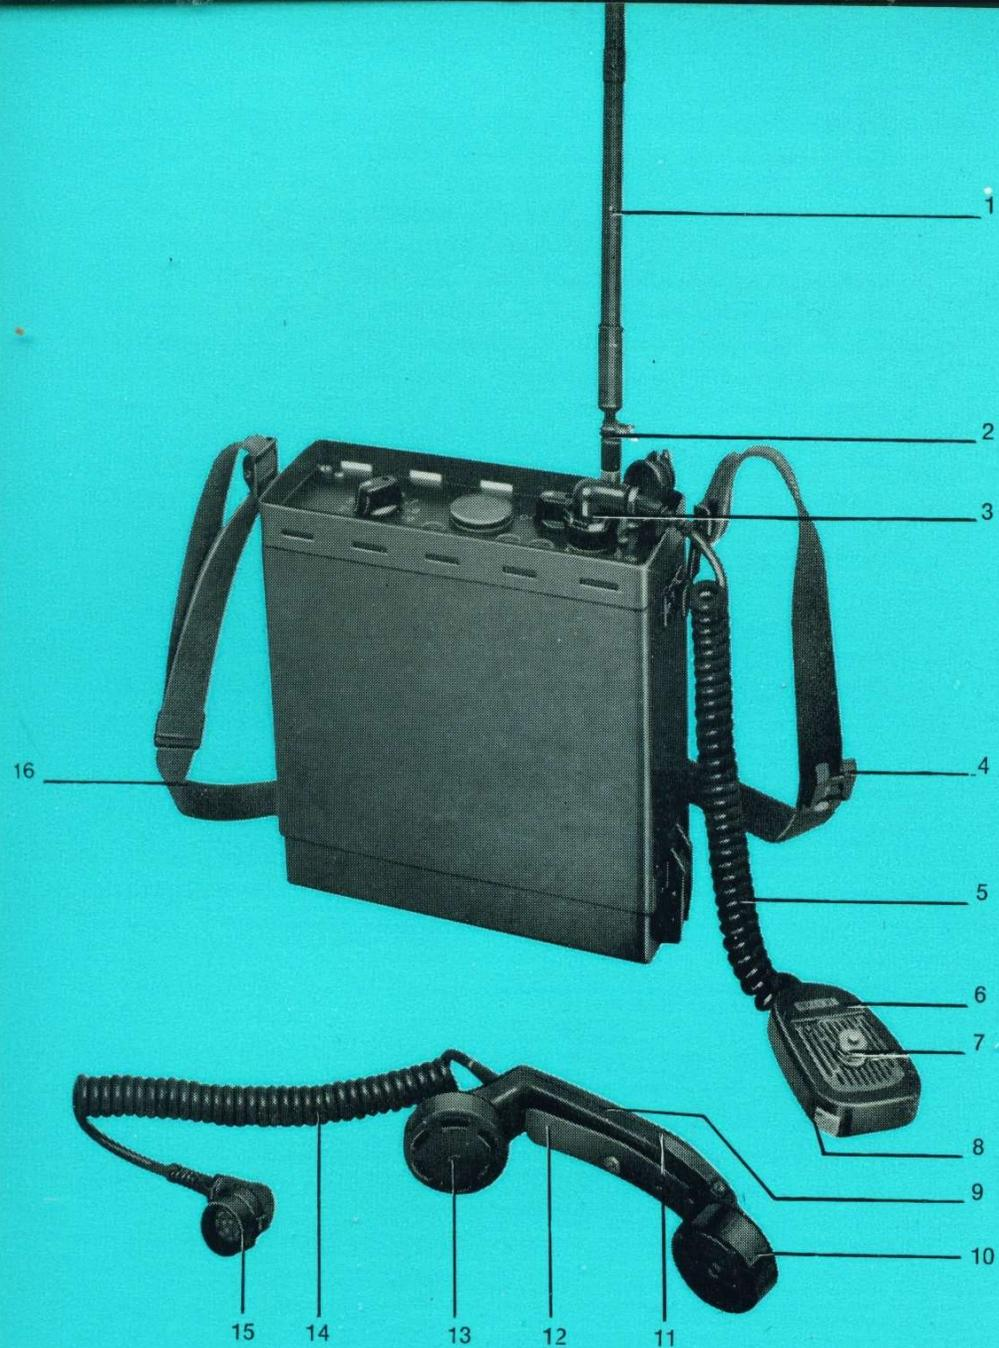

Bild 1.
3. Vorbereitungen zum Betrieb (Bild 1)
zu Bild 1:
ren feststellen, ob kein anderes Gespräch geführt wird. Bei freiem Kanal Rufknopf „I“ (Pos. 6) für tiefen oder Rufknopf „II“ (Pos. 7) für hohen Rufton etwa 3 Sekunden lang drücken (je nach Dienstanweisung). Dadurch ertönt im Lautsprecher der Gegenstelle 3 Sekunden lang der entsprechende Rufton als Aufmerksamkeitszeichen. Anschließend bei gedrückter Sprechstaste (Bild 1, Pos. 8 bzw. 12) die gewünschte Gegenstelle namentlich anrufen (Kennwort und „**Bitte kommen!**“). Dann Sprechstaste loslassen und Meldung der Gegenstelle abwarten. Gegebenenfalls Ruf mehrmals in der beschriebenen Weise wiederholen, bis die Gegenstelle sich meldet und die Funk-sprechverbindung hergestellt ist.